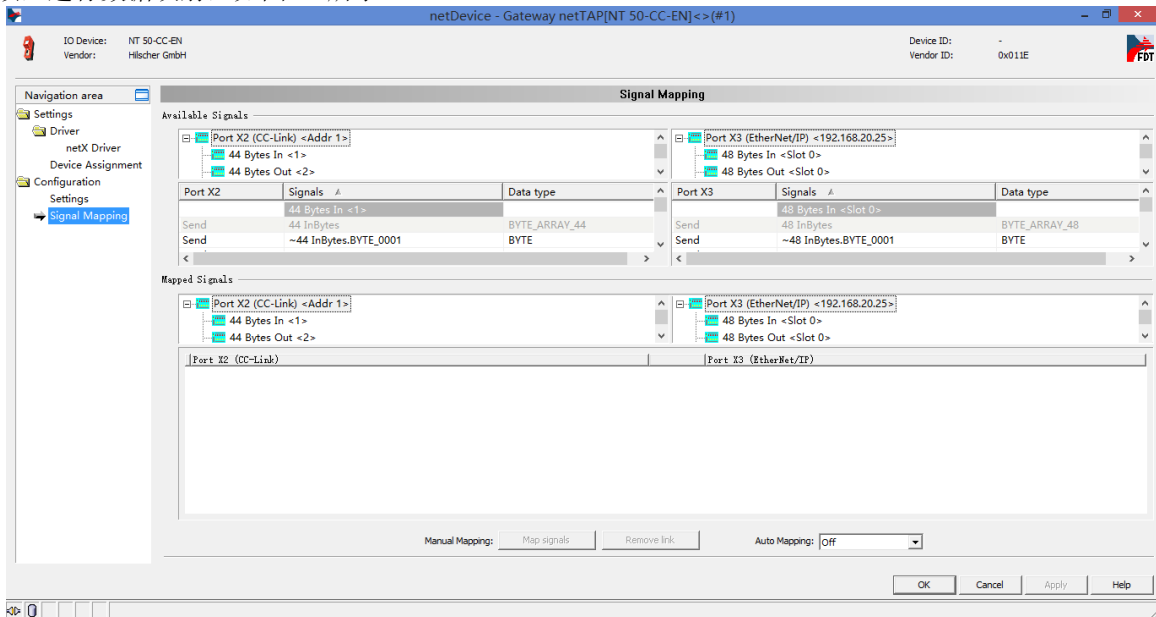

图 25
9) 双击网关(或右击网关,选择“Configuration”“Gateway”),弹出对话框,选择“Signal Mapping”项,进行数据映射,如图 25 所示。